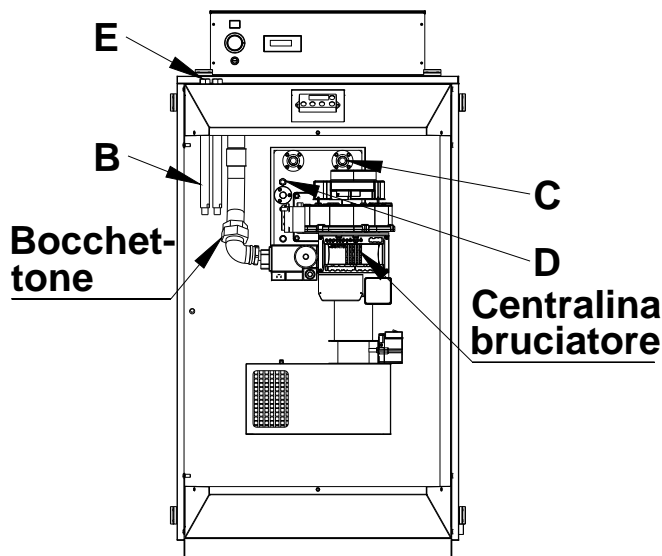

Fig.2
7. Svitare i dadi D (fig. 2) ed estrarre il bruciatore dalla camera di combustione fino ad arrivare in battuta alle viti E.